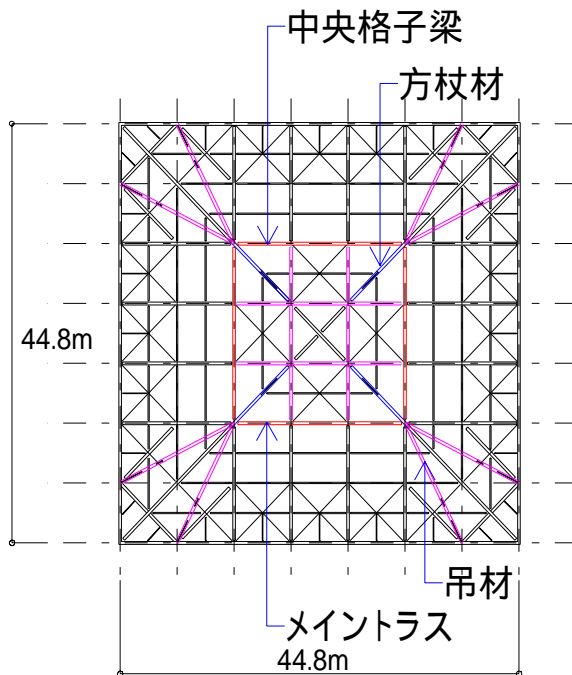

図1 屋根伏図
44.8m×44.8mの平面形状を持つ屋根は、屋根中央部にメイントラス(トラス成 3.5m)を口の字に配置し、その下弦材コーナー部を外周フレームの柱頭から2本の吊材で吊り上げる張弦架構により構成している。ただし、この吊材は地震時には圧縮材ともなるため鋼管とした。メイントラス内側の屋根中央部(スパン19.2m)は井桁状に格子梁を配置し、格子交点をトラス下弦から方杖材にて支持している(図1、2参照)。